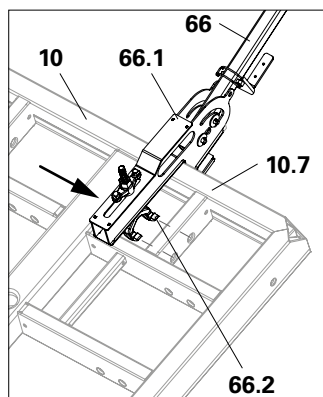

Fig. A7.25c
- Raidisseur vertical (Fig. A7.25c + A7.25d)